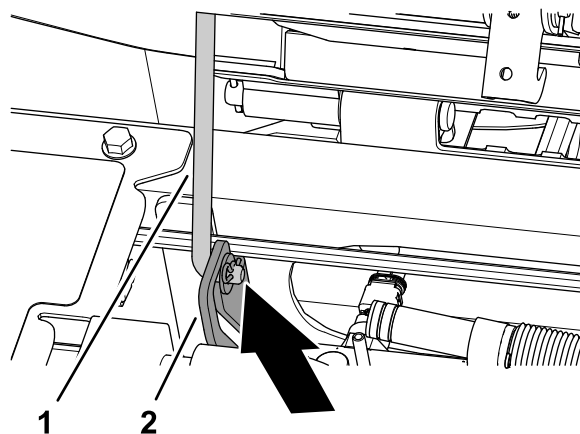

Figura 65
3. Assegure-se de que as barras de apoio assentam na ranhura da placa guia da barra (Figura 65).